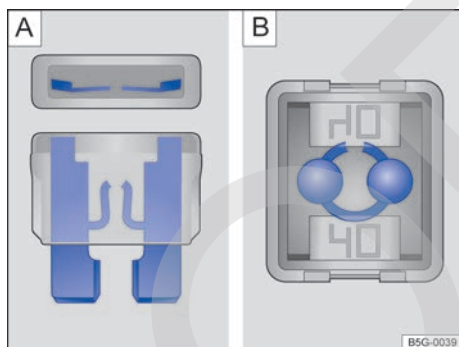

Fig. 229 Fusible fundido.
- Un *fusible enchufable plano (ATO, MINI)* fundido se reconoce por la tira de metal quemada visible desde arriba y desde los laterales a través de la carcasa transparente → fig. 229 **A**).
- Un *fusible tipo bloque (JCASE)* fundido se reconoce por la tira de metal quemada visible desde arriba a través de la carcasa transparente → fig. 229 **B**).